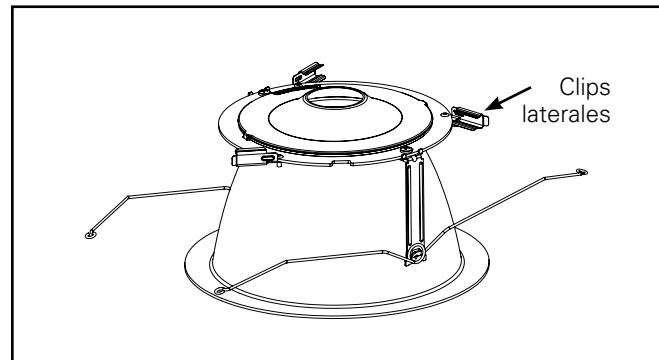

Figura 4
3. Retire el conjunto de la moldura del embalaje protector y gire los tres (3) clips laterales hacia afuera. (Figura 4.).